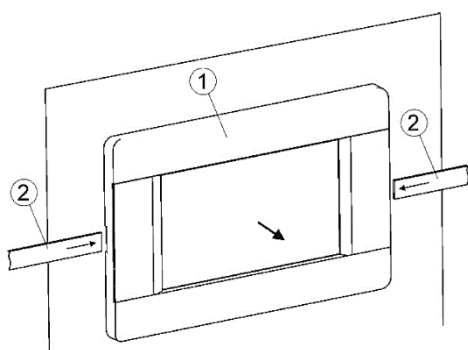

Figura 7. Smontaggio del pannello di comando
Per sostituire il pannello di comando (1) rimuovere il pannello dal coperchio della porta della caldaia inserendo un oggetto piano adatto (2) nei fori mostrati nella Figura 7